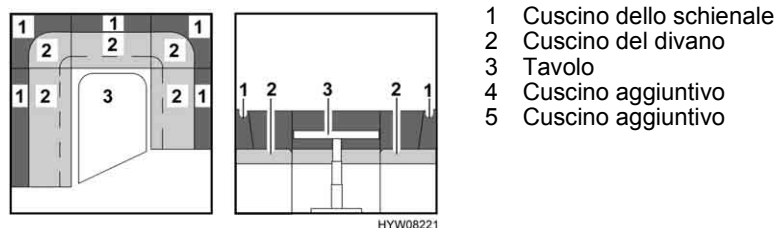

Fig. 73 Prima della trasformazione
- Rimuovere i cuscini dello schienale (Fig. 73,1) e collocarli sotto il tavolo.